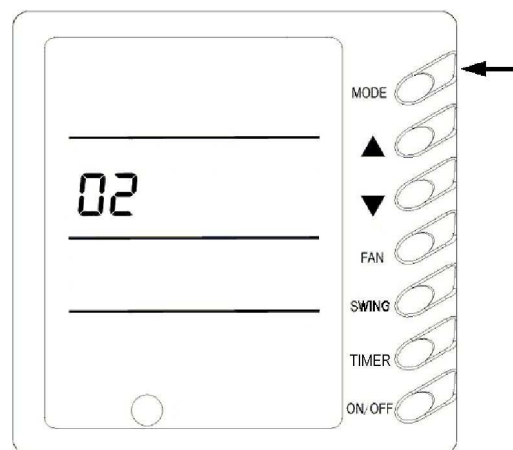

Рис.16
9) Настройка памяти при выключении (рис.16)